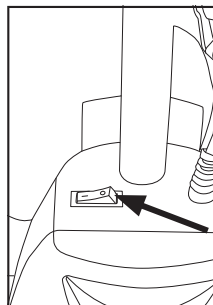

Fig. 5
1. Pour mettre l'aspirateur sous tension, appuyez sur l'interrupteur situé sur le compartiment à poussière et positionnez-le sur (I) (Fig. 5).
2. Pour éteindre l'aspirateur, appuyez sur l'interrupteur situé sur le compartiment à poussière et positionnez-le sur (O).